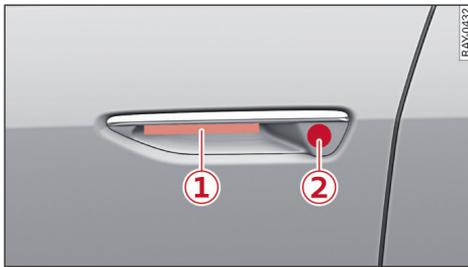

图 13 门把手：解锁/上锁感应器
- ▶ 要给汽车解锁时，请把手伸进车门把手下的抓握凹空里 ⇒ 图 13。
- ▶ 要给汽车上锁时，请关闭车门并触摸 1 次 车门把手上的感应器 ②。此时不要伸入车门把手的凹空，否则车门不上锁。在关闭过程结束后，无法紧接着再次打开车门。由此您能够确认车门是否正确锁好。
- ▶ 前提：移动设备已连接上蓝牙：要给汽车应急解锁并打开车门时，请将手伸进车门把手下的抓握凹空内 ①。
- ▶ 前提：移动设备已连接上蓝牙：要给汽车应急上锁时，请关闭车门并在车门把手上触摸 1 次 感应器 ② ⇨ 36 页，图 13。此时不要抓握车门把手，否则车门不上锁。在关闭过程结束后，无法紧接着再次打开车门。由此您能够确认车门是否正确锁好。
- ▶ 适用于：近距离通讯 NFC：要借助近距离通讯技术给汽车解锁/上锁时，请将移动设备 / 钥匙卡对准感应器 ②。
- ▶ 请用汽车钥匙上的按钮 ① 锁止汽车。
- ▶ 在 5 秒钟内触摸车门把手上的感应器 1 次 ⇨ 36 页，图 13。此时不要抓握车门把手，否则车门不上锁。